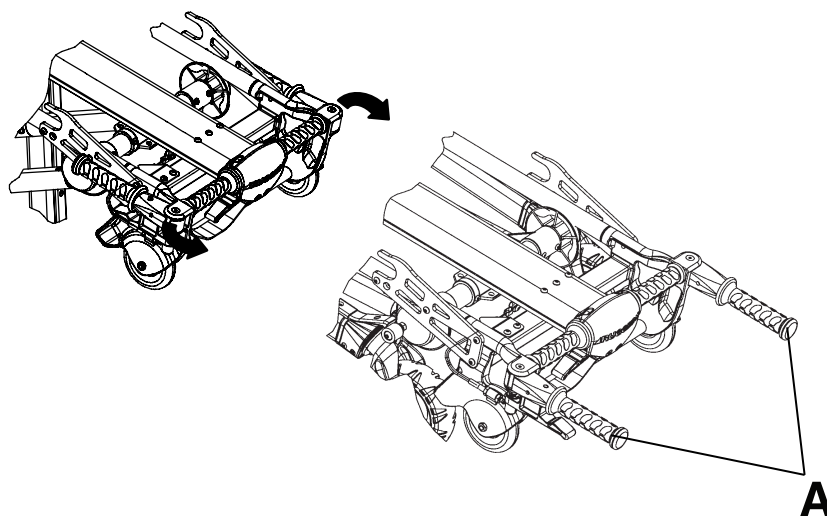

Рисунок 16 – Приведение ручек для подъема в рабочее положение
1. Приведите убирающиеся ручки для подъема (A) в рабочее положение (Рисунок 16).